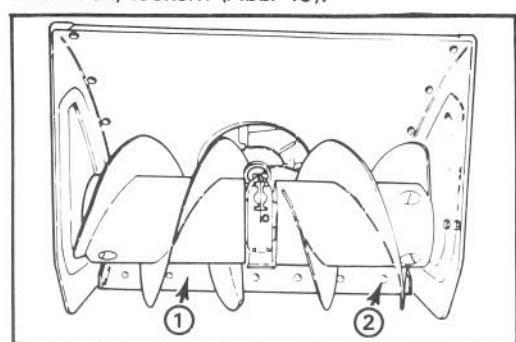

Abbildung 19
3. Als nächstes die Sicherungsschrauben (6), die die Schürfleiste mit dem Schneekengehäuse verbinden, lockern (Abb. 19).